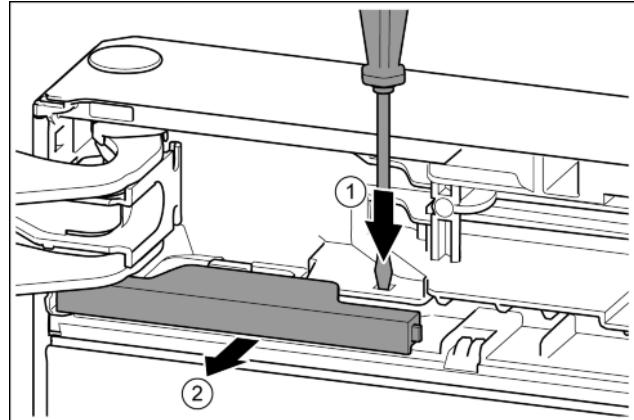

Fig. 9
- Нажать накладку шлицевой отверткой. Fig. 9 (1)
► Вынуть крышку из зацепления. Fig. 9 (2)